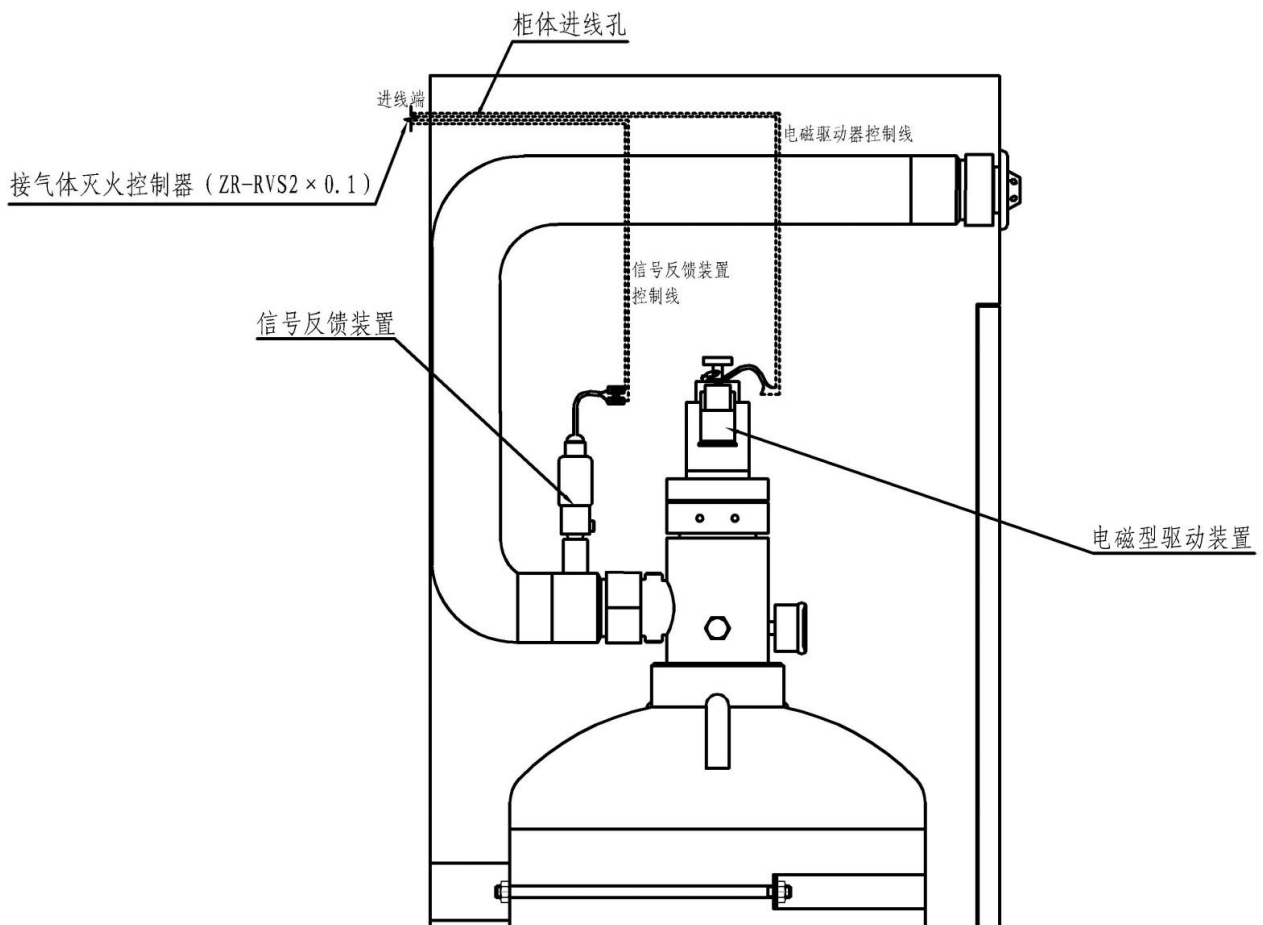

图 11 灭火装置接线示意图
- ◆ 待系统经相关部门检测验收合格后，对外接设备的连接线路，各部件的固定情况及接插件连接情况进行检查，确认外接线路是否短路，判定无误后进行程序自检，再将柜式七氟丙烷气体灭火装置接入（见“图 11 灭火装置接线示意图”）；